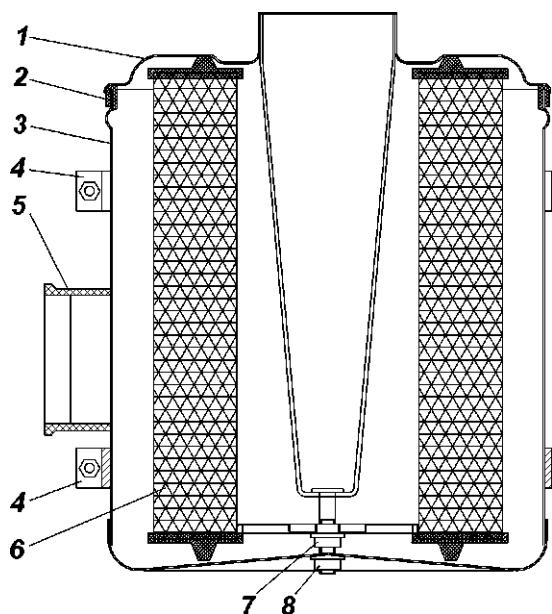

Рис. 4.16. Воздушный фильтр:
**Воздушный фильтр со сменным картонным фильтрующим элементом** (рис. 4.16). Входной канал фильтра предназначен для забора воздуха из подкапотного пространства. Выходной канал фильтра соединен резиновым патрубком с датчиком массового расхода воздуха.